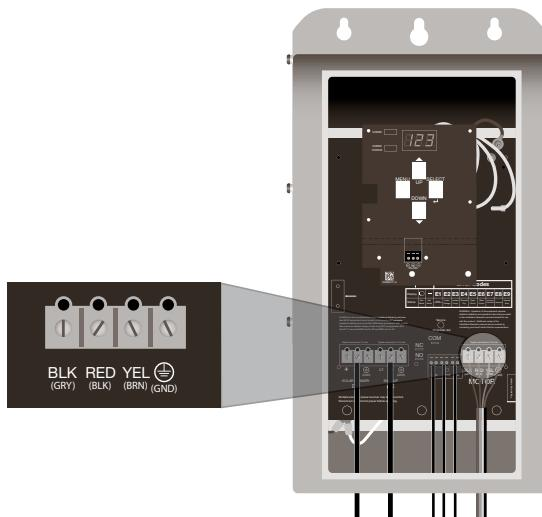

Figura 8: Conexión de cableado del motor
1. Conectar los cables desde el montaje de la bomba/motor al bloque terminal etiquetado con "MOTOR" y marcado con BLK, RED, YEL y GND (figura 8). (Especificación de par de torsión: 15 libras-pulg/ 1.7 N·m).